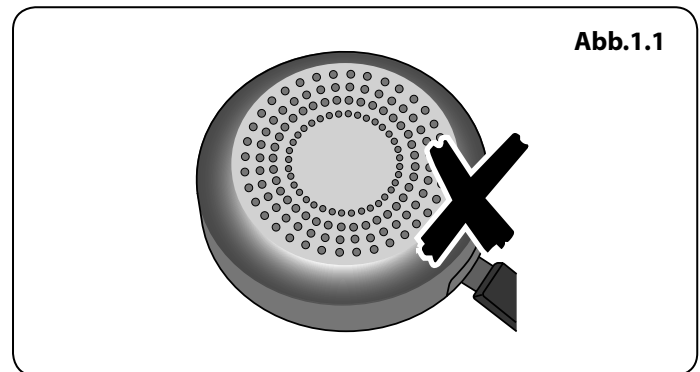

Abb.1.1
- Um die Leistung Ihres Induktionsfeldes voll zu nutzen und für eine lange Nutzungsdauer zu sorgen, empfehlen wir die Verwendung der von AGA Rangemaster zugelassenen Induktionstöpfe und -pfannen. Falls Sie sich entscheiden, andere Töpfe auf Ihrem Induktionsherd zu verwenden, würden wir ernsthaft empfehlen, den Gebrauch von Töpfen aus Aluminiumverbundwerkstoff mit Stahleinsätzen wie in **Abb.1.1**, zu vermeiden. Diese Art der Topfkonstruktion kann die Lebensdauer und Leistung Ihres Induktionsfeldes deutlich reduzieren.